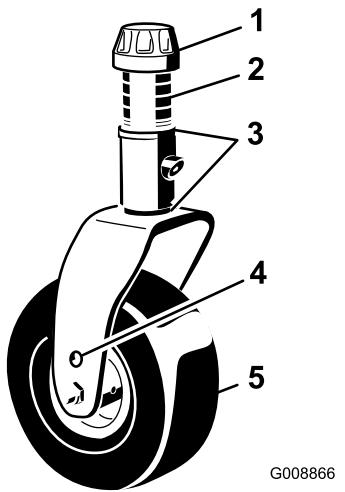
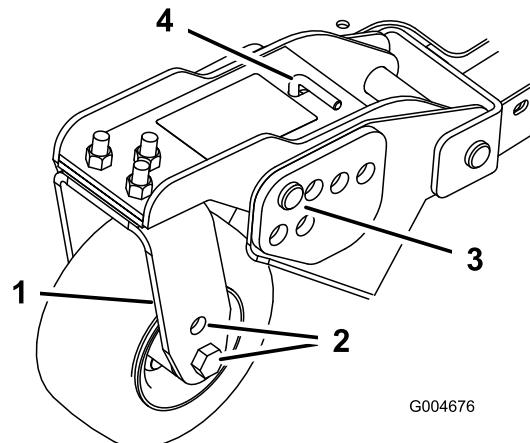
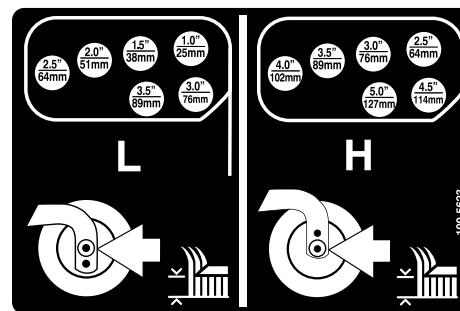

Figure 21
Figure 23
Figure 24
- Placez les axes des roues pivotantes dans les mêmes trous sur toutes les fourches (Figure 21 et Figure 23).
- Enlevez le chapeau de tension de l'axe de pivot et sortez l'axe du bras de la roue pivotante (Figure 21).
- Enlevez la goupille fendue et les axes de chape des bras de pivot (Figure 23).
- Tournez la tige de tension pour éléver ou abaisser le bras de pivot jusqu'à ce que les trous soient en face de ceux du support de hauteur de coupe sélectionnés dans le cadre du tablier de coupe (Figure 23 et Figure 24).